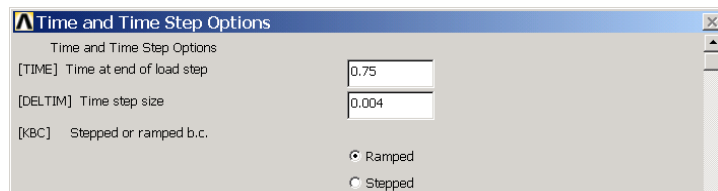

图10.36 时间步选项
(10) 单击 **Main Menu>Solution>Solve>Current LS** 菜单, 求解最初荷载步。
(11) 再次单击 **Main Menu>Solution>Load Step Opts>Time/Frequenc>Time - Time Step** 菜单, 弹出【Time and Time Step Options】对话框, 在【Time at end of load step】文本框中输入【0.75】, 然后单击【OK】按钮。如图 10.36 所示。